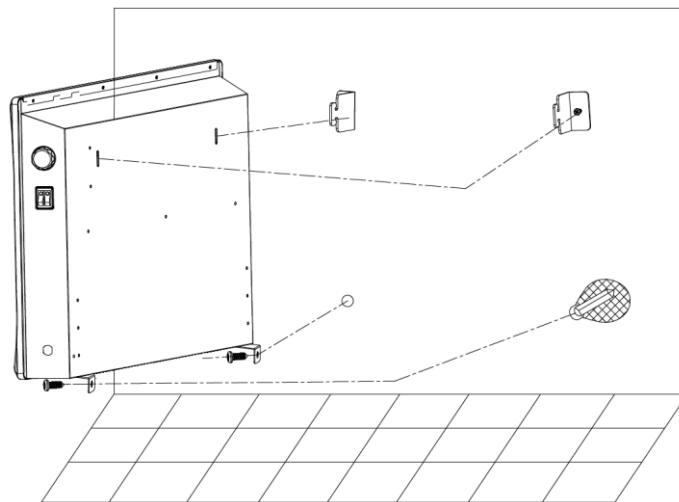

Рисунок 7
7. Разместите прибор на стене, повесив его на кронштейны и зафиксировав с помощью шурупов через крепежи в нижней части прибора (рис. 7).